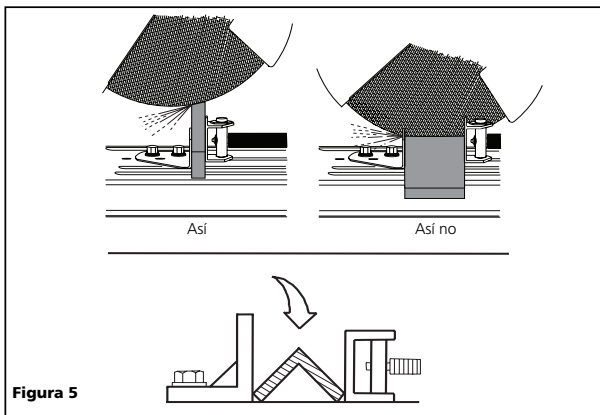

Figura 5
- La sierra de corte cortará en forma más efectiva si la rueda está cortando la parte más fina posible, como lo indica la Figura 5. Para trabajos en ángulo, coloque la cara con la abertura más aguda hacia abajo en la mesa de trabajo, como lo indica la Figura 5. Esto permite que la rueda abrasiva haga un corte eficiente.